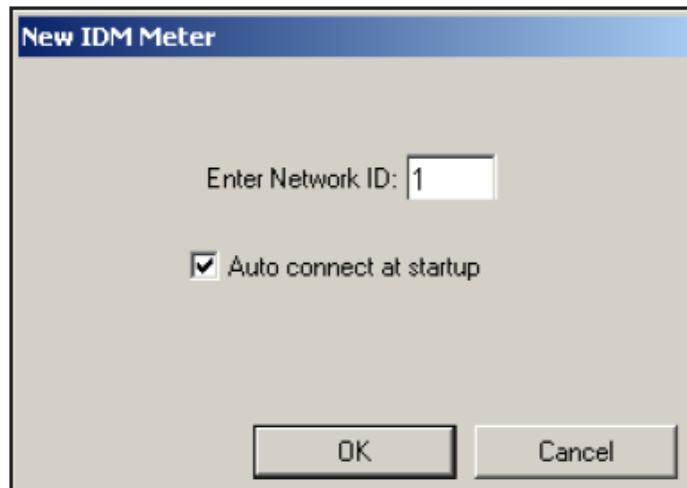

図 D-4 New IDM Meter 画面
4. *New IDM Meter* 画面（下記の図 D-4 参照）が開きます。計測器のネットワーク識別番号を入力し、OK をクリックします。